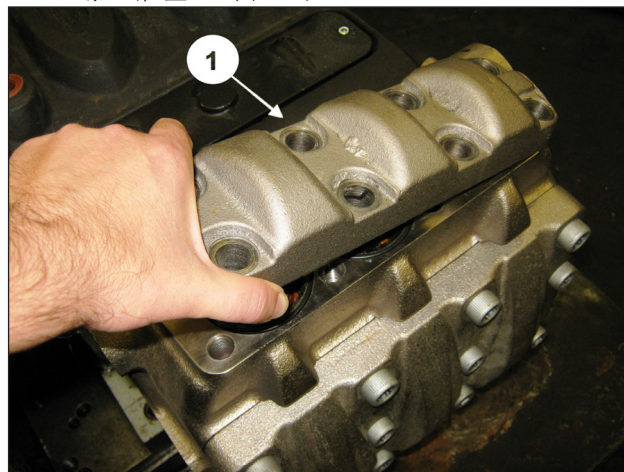
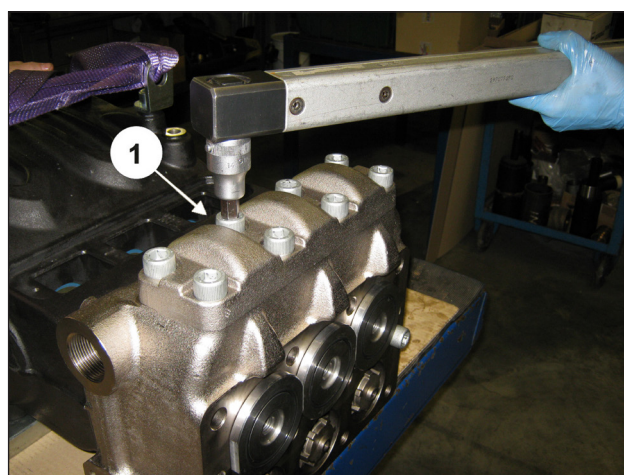

图 147
图 148
排出阀组和密封缸套安装完毕后，盖上排出阀的盖子（位置①，图 147）并按照第3章-螺丝拧紧调节的说明拧8颗M16x45螺丝（位置①，图 148）。